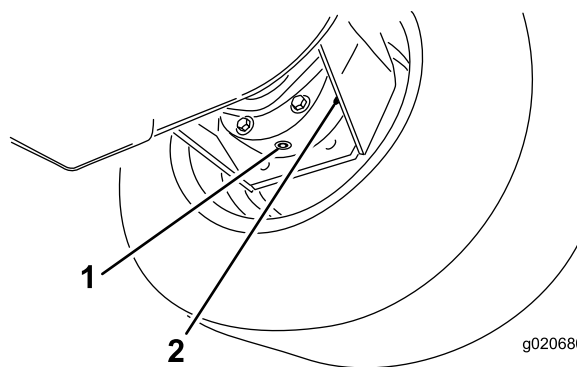

Figura 89
3. Mettete una bacinella sotto la scatola del freno, togliete il tappo di spurgo e lasciate defluire l'olio (Figura 89).